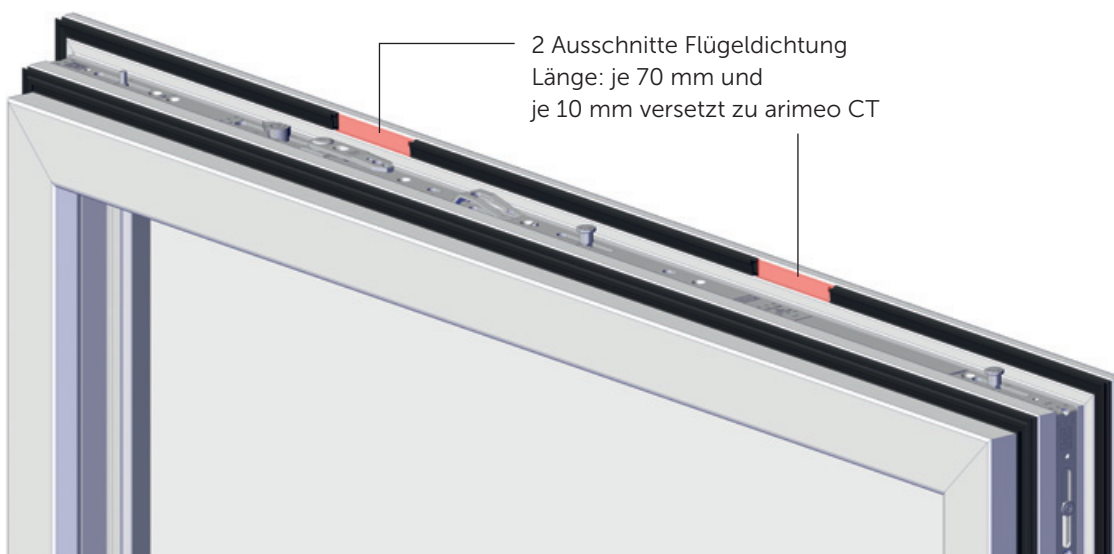

Abbildung 3: Luftführung am Fensterflügel
4. Entfernen Sie die innere Flügelüberschlagsdichtung an den in der Darstellung der Einbauvarianten vorgesehenen Positionen. Hierdurch entsteht der innere Luftführungsspalt. Abbildung 3 zeigt exemplarisch die Maße für die Einbauvariante SINGLE.